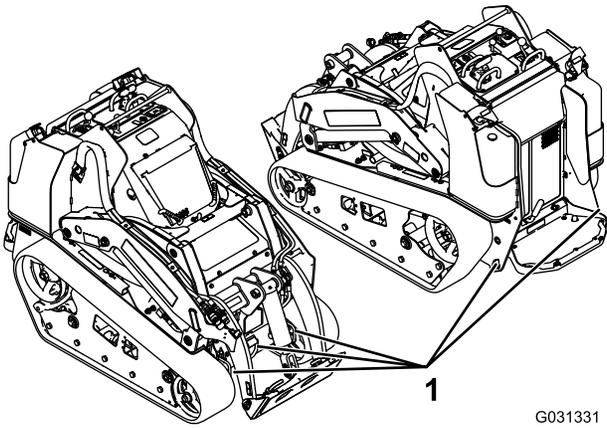

Figura 19
8. Utilice los puntos de amarre metálicos de la máquina para sujetar la máquina firmemente al remolque o al camión con correas, cadenas, cables o cuerdas (Figura 19). Consulte la
Puede izar la máquina usando los puntos de amarre/izado; consulte Figura 19.